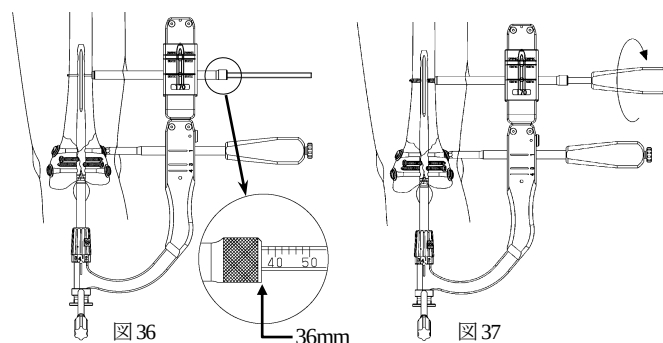

図 36
- 30) ドリルスリーブを外し、ディスタルスクリュー用スリーブ先端を骨面に密着させ、デプスゲージ先端を対側皮質に引っ掛け、スクリュー長を計測します。（図 36）